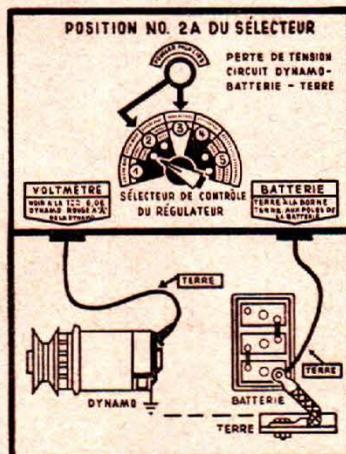

FIG. 6
**Perte de tension dans le circuit de masse du régulateur (fig. 6).**